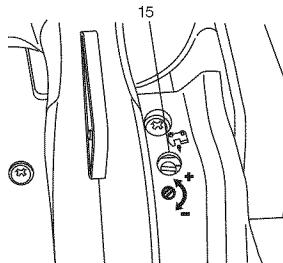

Fig. 9
tourner la vis ajustant (15) counterclockwise pour augmenter la quantité et le tourne dans le sens des aiguilles d'une montre diminuer la quantité. (Fig. 9)